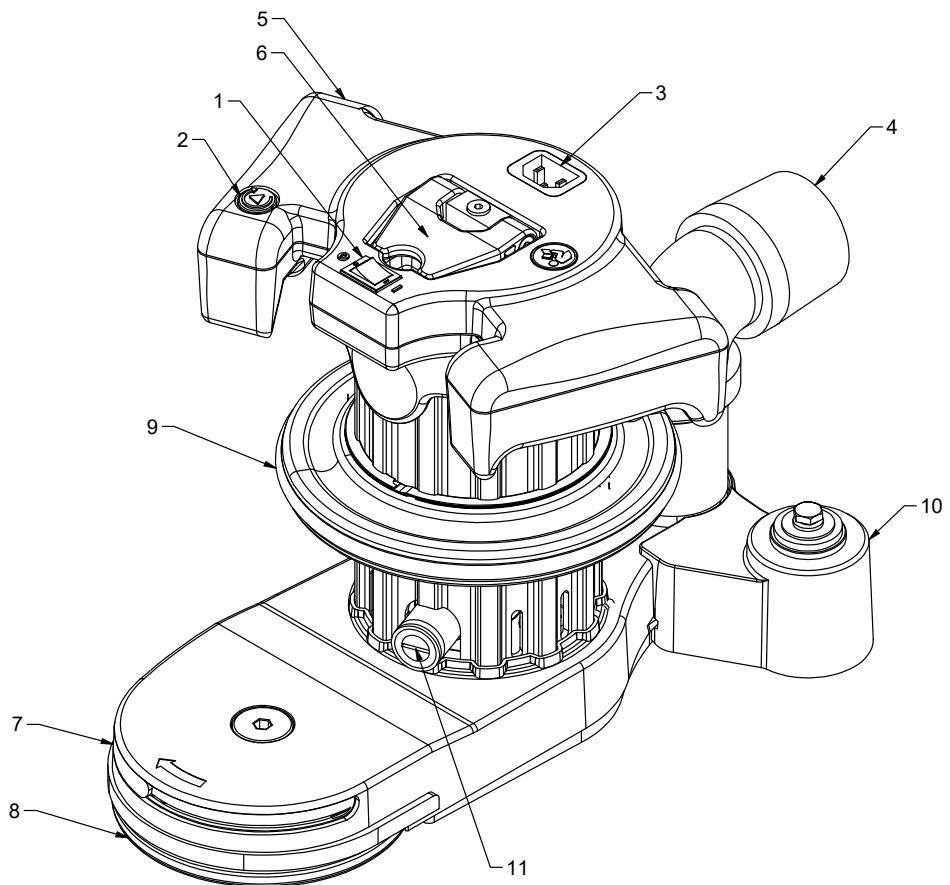

Abbildung 1
3. Vergewissern Sie sich, dass der Kontrollschatz auf „AUS“ steht und schließen Sie das Stromkabel an einen entsprechend geerdeten und abgesicherten Stromkreis an. Schließen Sie das Netzkabel an die Netzanschlussbuchse an (Abbildung 1).
4. Wenn die Maschine in einer liegenden Position ist, schieben Sie den EIN/AUS-Schalter in die Position „EIN“ (Abbildung 1).